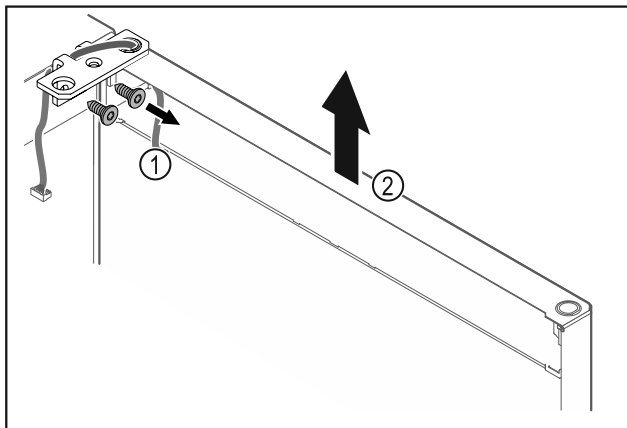

Fig. 27
- ▶ Ξεβιδώστε τη γωνία μεντεσέ Fig. 27 (1).
- ▶ Σηκώστε την πόρτα μαζί με τη γωνία μεντεσέ Fig. 27 (2) περίπου 200 mm ευθεία προς τα επάνω και αφαιρέστε τη.